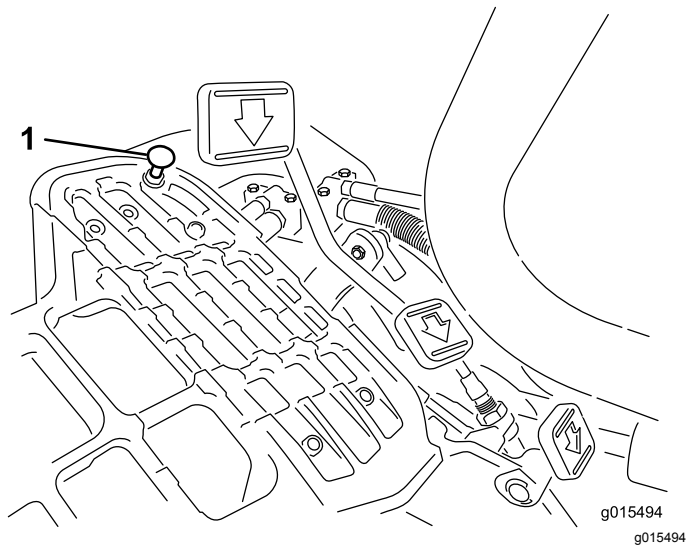

Figure 39
Pour obtenir la vitesse de transport maximale, placez le sélecteur de fonction en position de TRANSPORT et appuyez sur la pédale de déplacement. Si la pédale touche la butée (Figure 39) avant que la tension soit ressentie sur le câble, procédez comme suit :
1. Placez le sélecteur de fonction à la position de TRANSPORT et desserrez le contre-écrou de fixation de la butée au plancher (Figure 39).